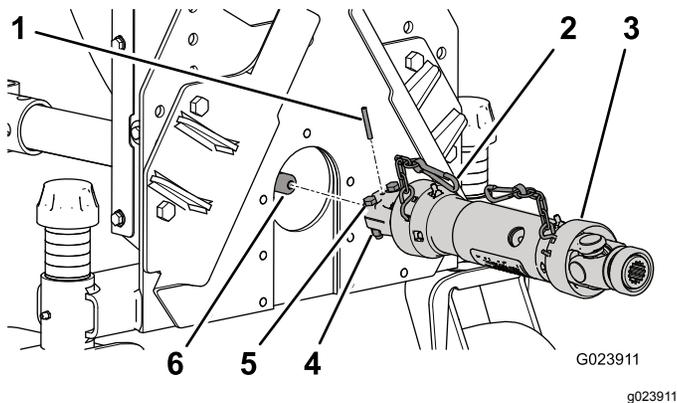

Bild 9
4. Befestigen Sie das Gerät mit einem Spannstift (Bild 9).
5. Sichern Sie die Antriebswelle mit zwei Schrauben (5/16" x 1 3/4") und zwei Sicherungsmuttern (5/16") an der Getriebewelle (Bild 9).
8. Befestigen Sie die Sicherheitskette am Bläserahmen (Bild 9).